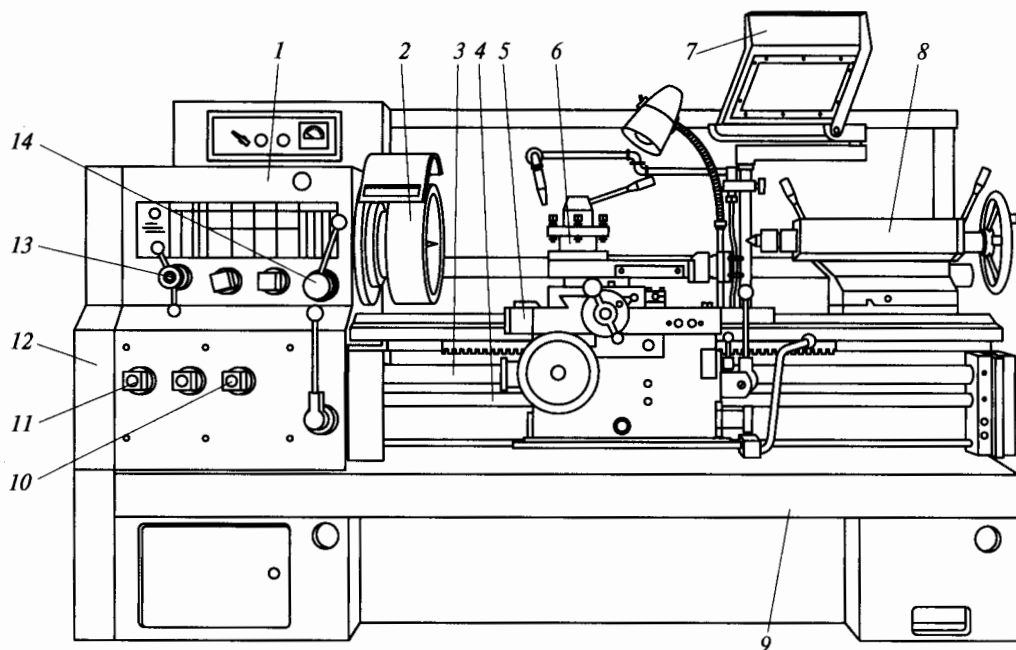

Рис. 5.1. Токарно-винторезный станок
1. Назовите основные узлы и элементы управления токарно-винторезным станком, изображенным на рис. 5.1: